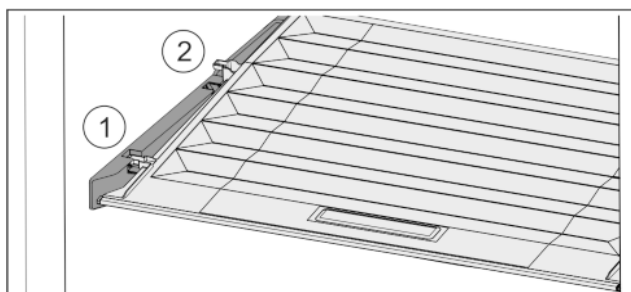

Fig. 35
- ▶ Tirer le couvercle vers l'avant jusqu'à l'orifice des pièces de retenue Fig. 35 (1).
- ▶ Le soulever par le bas à l'arrière et le sortir par le haut Fig. 35 (2).